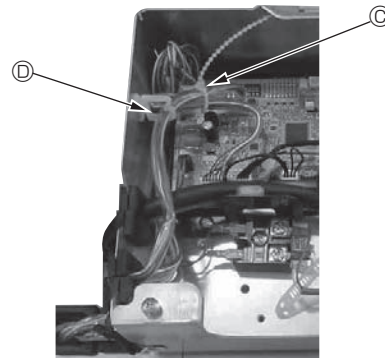

Fig. 10-14
- Überschüssiges i-See-Sensor- und Signalempfängerkabel im Elektrokasten in den Kabelclip (siehe Abbildung) legen und die Kabel zusammen mit dem Kabelbinder sichern. (Fig. 10-14)